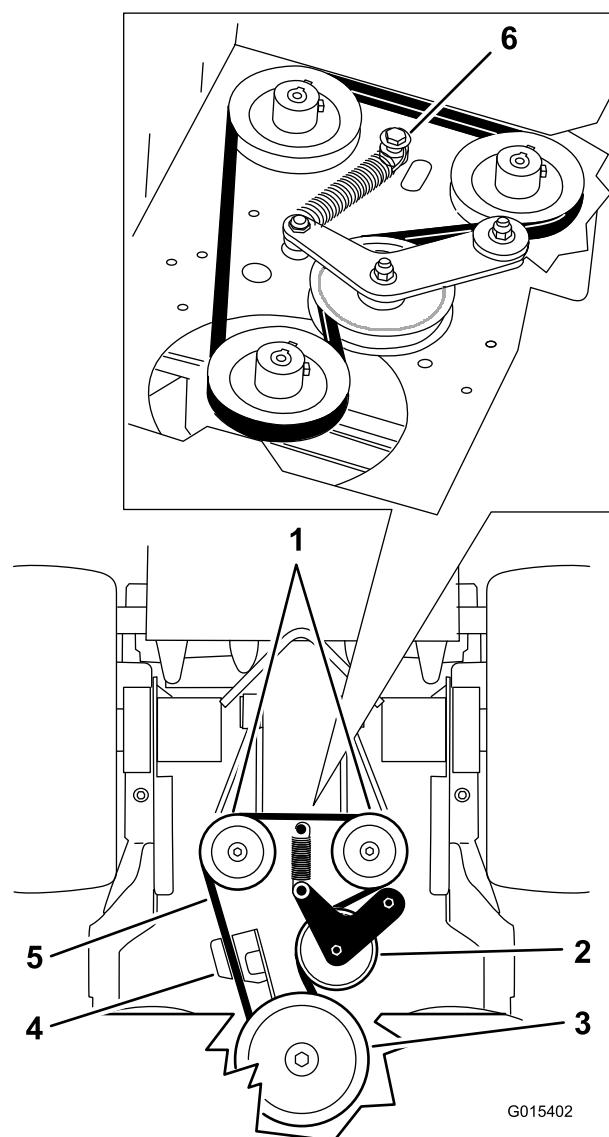

Figure 68
- Retirez du plancher moteur le boulon à épaulement, l'écrou et la rondelle et le ressort accroché (Figure 68).
- Déposez la courroie d'entraînement des pompes (Figure 68).
- Montez le ressort sur le boulon à épaulement et la rondelle, et reliez-le au plancher moteur à l'aide de l'écrou (Figure 68).